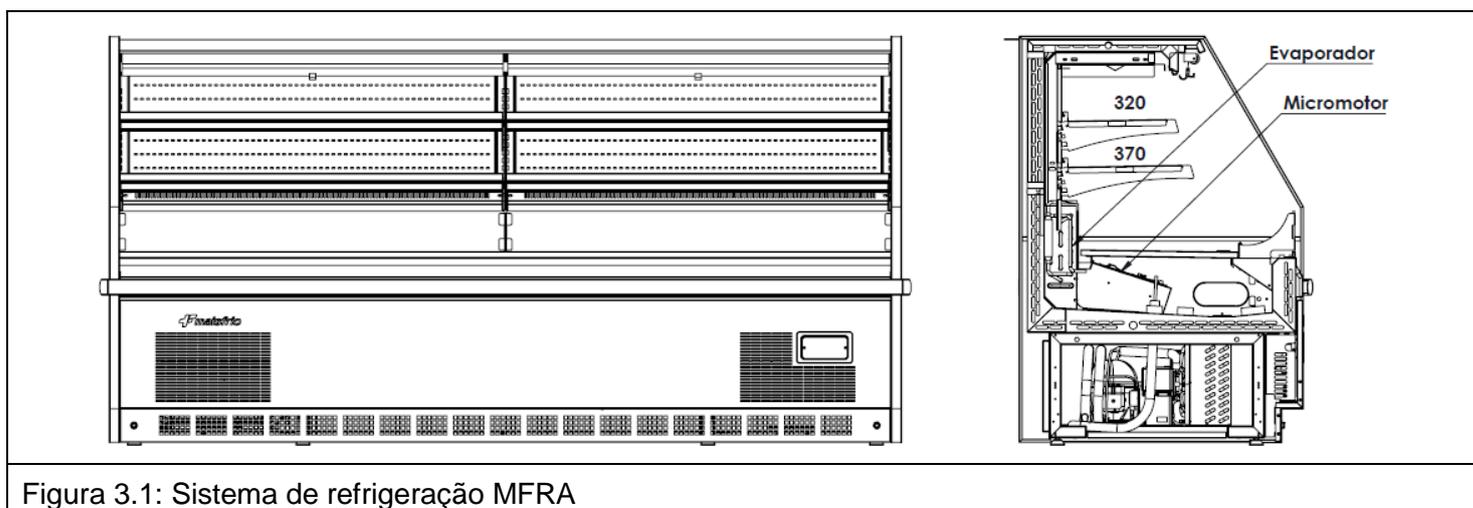

Figura 3.1: Sistema de refrigeração MFRA
- 1 - Nos equipamentos MFRA/MFRF a refrigeração é realizada através de um evaporador com aletas combinado com sistema ar forçado por micromotor, conforme figura 3.1 e 3.2.